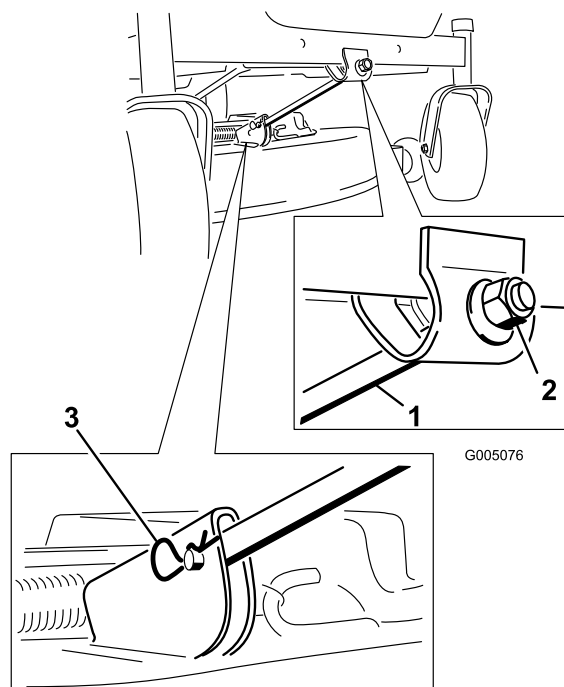

Figura 52
4. Retire el pasador y la chaveta de la varilla de soporte delantera (Figura 52). Baje cuidadosamente la parte delantera de la plataforma del cortacésped al suelo.
6. Conecte la varilla de soporte delantera a la plataforma del cortacésped con el pasador y la clavija (Figura 52).